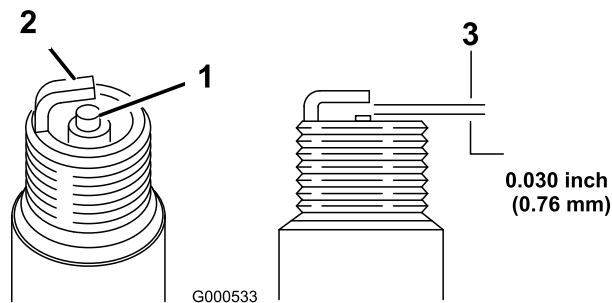

图40
1. 查看火花塞的中心（图40）。
2. 检查中心电极与侧电极之间的空隙（图40），如果空隙不正确，则弯转侧电极。